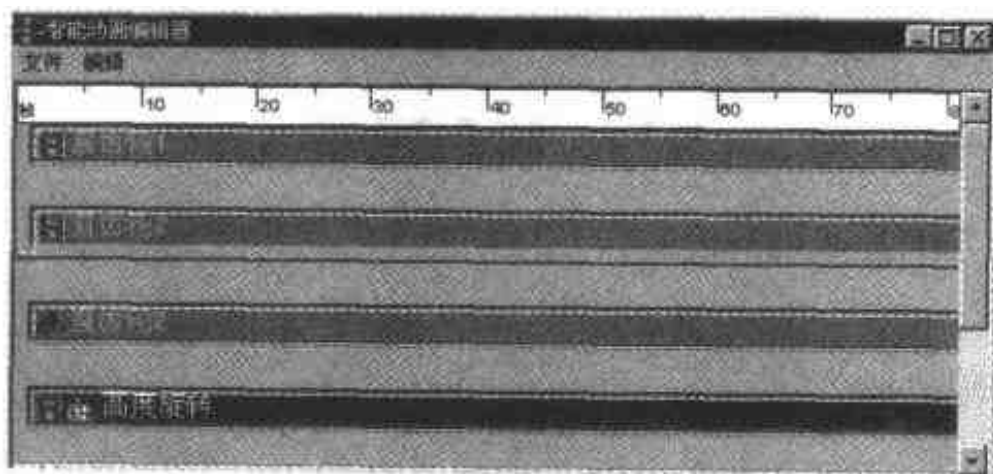

图 5.5 展开动画片断
- (1) 在零件状态下选择【直齿轮 2】选项，单击【智能动画】按钮，在弹出的【智能动画向导】对话框中选择运动类型和时间，选中【旋转】单选按钮，然后在其下拉列表中选择 around height axis 选项，并设置其值为  $180^{\circ}$ ，持续时间为 12，单击【完成】按钮，赋予直齿轮 2 旋转动画的性能。
- (2) 播放动画时发现，直齿轮 2 的旋转方向和齿轮 1 是一样的，为此需做进一步调整。右击工具条，选择【智能动画编辑器】命令。在弹出的对话框中右击动画片断【直齿轮 2】，然后选择【展开】命令，此片断即可展开，如图 5.5 所示。